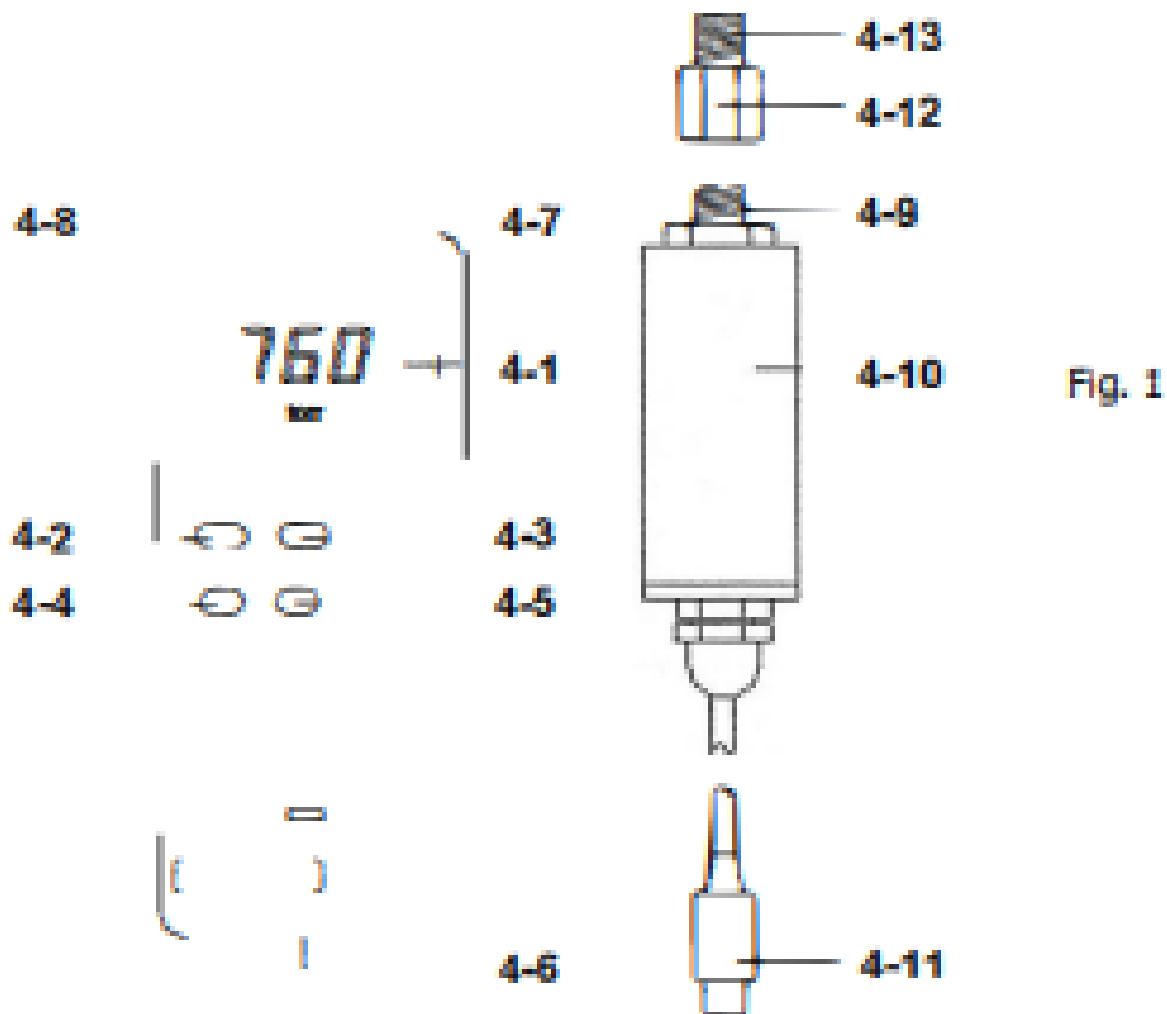

Fig. 1
1) Conecte el "Conector del sensor de vacío" (4-11, Fig. 1) en la "Entrada del sensor" del medidor (4-7, Fig. 1).
2) Encienda el medidor presionando el "Botón de encendido" (4-2, Fig. 1).
3) Para seleccionar una unidad de medición diferente, presione el "Botón de unidad" (4-5, Fig. 1). Hay ocho unidades para elegir.
4) Conecte el "Conector del puerto del sensor de vacío" (4-9 o 4-13, Fig. 1) al equipo cuyo valor de vacío se desea medir.
Durante la medición, al presionar el "Botón de retención de datos" (4-3, Fig. 1) se congelará el valor medido en la pantalla y se indicará el símbolo "HOLD".
* La función REGISTRO DE DATOS muestra las lecturas máxima y mínima. Para iniciar la función REGISTRO DE DATOS, presione el botón "Máx./Mín." (4-4, Fig. 1) una vez. El símbolo "REC" aparecerá en la pantalla LCD.
a) Presione el botón "Máx./Mín." (4-4, Fig. 1) una vez; el símbolo "Máx." junto con el valor máximo aparecerá en la pantalla.
Para desactivar esta función, presione el botón "Máx./Mín." (4-4, fig. 1) para acceder a la función de registro de memoria durante la medición.
El instrumento cuenta con una salida RS232 a través del terminal de 3,5 mm (4-8, fig. 1).
- 2) Deslice la tapa de la batería (4-6, Fig. 1) hacia afuera del instrumento y retire la batería.